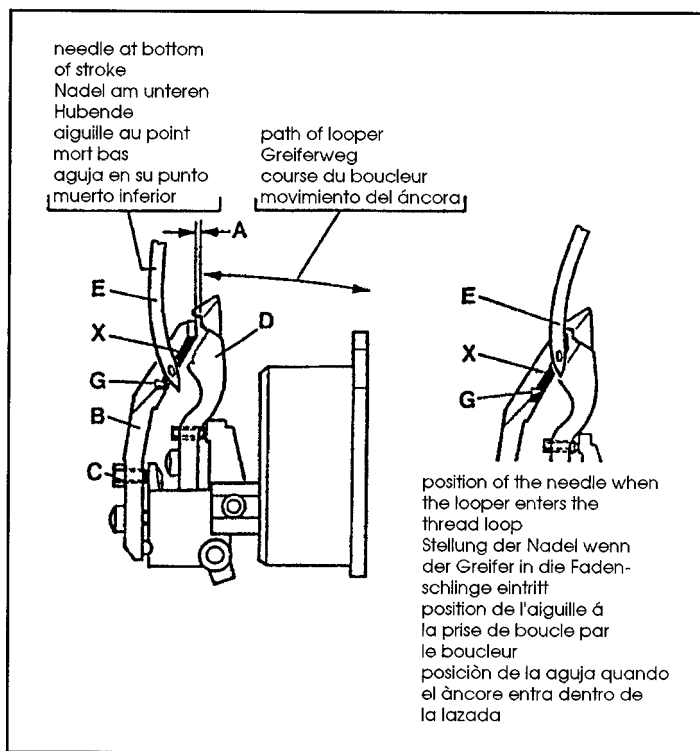

Fig. 6
Adjust the looper (D, Fig. 6) as described in paragraph "Setting the looper", see page 10.
NOTE: It is advisable to remove the rear needle guard (B, Fig. 6) for setting the looper.
Assemble the rear needle guard (B, Fig. 6). With set screw (C) adjust the distance (A) between looper (D) and rear needle guard (B) to 0.5 mm (.020 in.).
Laterally (front to rear) set the rear needle guard (B, Fig. 6) with its guarding surface (G) close to the needle (E) even so that it barely contacts it, to avoid hitting of the needle by the looper point.
Edge (X, Fig. 6) on the guarding surface (G) of the rear needle guard (B) should not essentially disturb the needle thread. If disturbance of the needle thread occurs it can be eliminated by slightly changing the 0.5 mm (.020 in.) distance between looper and rear needle guard as well as by slightly changing the needle height.
Stellen Sie den Greifer (D, Fig. 6) wie im Abschnitt "Einstellung des Greifers" beschrieben ein, siehe Seite 10.
BEACHTEN SIE: Es ist ratsam, zum Einstellen des Greifers den hinteren Nadelanschlag (B, Fig. 6) zu entfernen.
Bauen Sie den hinteren Nadelanschlag (B, Fig. 6) ein. Stellen Sie mit dem Gewindestift (C) den Abstand (A) zwischen Greifer (D) und hinterem Nadelanschlag (B) auf 0,5 mm.
Seitlich (von vorne nach hinten) stellen Sie den hinteren Nadelanschlag (B, Fig. 6) mit seiner Schutzfläche (G) dicht an die Nadel (E), so dass er sie gerade berührt, um zu verhindern, dass die Nadel von der Greiferspitze getroffen wird.
Die Kante (X, Fig. 6) an der Schutzfläche (G) des hinteren Nadelanschlages (B) soll den Nadelfaden nicht wesentlich stören. Tritt eine Störung des Nadelfadens auf, kann diese durch leichtes Verändern des 0,5 mm Abstands zwischen Greifer und hinterem Nadelanschlag sowie durch leichtes Verändern der Nadelhöhe beseitigt werden.
Régler le boucleur (D, Fig. 6) comme indiqué au paragraphe "Réglage du boucleur" page 10.
Monter le protège aiguille arrière (B, Fig. 6). Avec la vis (C) régler à 0,5 mm la distance (A) entre le boucleur (D) et le protège aiguille arrière (B).
Régler latéralement (avant-arrière) le protège aiguille arrière (B, Fig. 6) avec la surface de protection (G) près de l'aiguille de même qu'elle frôle pour éviter tout contact avec la pointe du boucleur.
Le bord (X, Fig. 6) du protège aiguille ne doit surtout pas interférer avec le fil d'aiguille. Si cela se produit, il est possible d'y remédier en modifiant légèrement de 0,5 mm entre le boucleur et le protège aiguille et, éventuellement, en changeant la hauteur de l'aiguille.
Ajustar el áncora (D, Fig. 6) tal como se describe en el párrafo "Colocación del áncora", ver página 10.
Montar el salva agujas posterior (B, Fig. 6). Con el tornillo de fijación (C) ajustar la distancia (A) entre áncora (D) y salva agujas posterior (B) para que sea de 0,5 mm.
Ajuste lateral (de detrás hacia adelante) del salva agujas posterior (B, Fig. 6) en la zona (G), que deberá estar lo más cerca posible de la aguja (E), de forma de que apenas tome contacto con el salva agujas (E) para evitar el choque entre la punta del áncora y aguja.
El canto (X, Fig. 6) de la zona de contacto (G), del salva agujas posterior (B), debe situarse de manera que no desvie el hilo de la aguja. Si esto ocurre, puede eliminarse moviendo ligeramente la distancia de 0,5 mm que existe áncora y salva agujas posterior, o variando ligeramente la altura de la aguja.